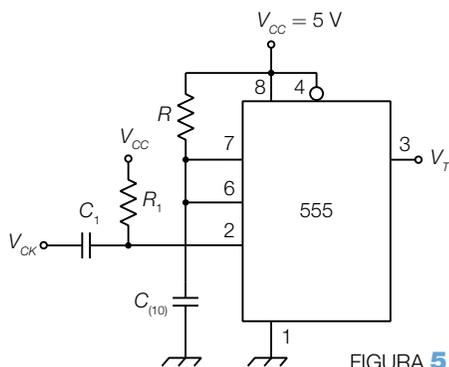

FIGURA 5 Monostabile del blocco 2 realizzato a 555.
- c) Il monostabile del blocco 2 si può realizzare con un 555 secondo lo schema di FIGURA 5. La coppia $R_1 = 10 \text{ k}\Omega$ e $C_1 = 10 \text{ nF}$ ha la funzione di derivatore, per ricavare degli impulsi a livello basso in corrispondenza dei fronti di discesa dell'onda quadra prodotta dal multivibratore astabile. Questi impulsi, posti all'ingresso trigger del 555, causano l'inizio degli impulsi del monostabile, la cui durata è data da: